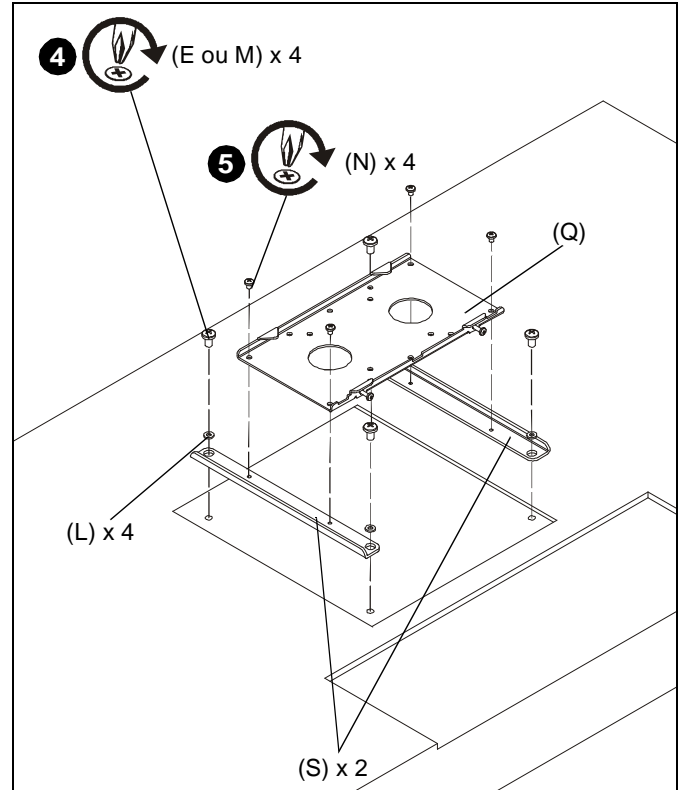

Figure 9
4. Utilisez quatre vis mécaniques cruciformes à tête bombée M4 x 12 mm (E) ou M6 x 10 mm (M) et quatre rondelles M4 (L) pour assembler deux supports d'adaptation (S) au dos de l'écran. (Voir figure 9)
5. Utilisez quatre vis mécaniques cruciformes à tête bombée M4 x 5 mm (N) pour assembler la plaque frontale (Q) aux supports d'adaptation (S). (Voir figure 9)